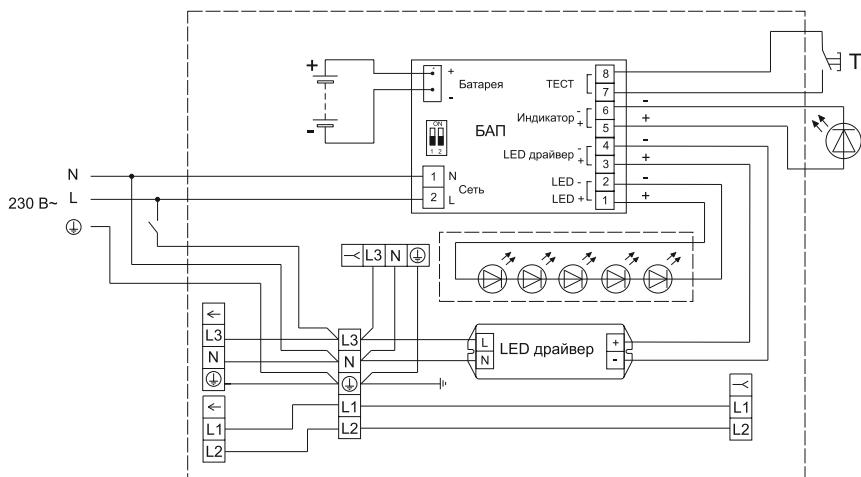

Рисунок 4/ Figure 4/4-sýret
5.5 Резервна лінія живлення БАП призначена для керування аварійним режимом і заряду акумулятора. БАП підключається до некомутованого електричного кола (між фідером і модулем не повинно бути ніяких вимикачів, крім автоматів захисту, АВР). Підключення (рисунок 4, Додаток А)